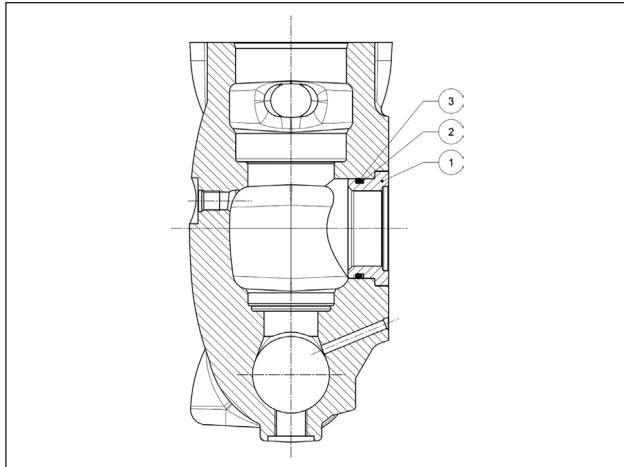
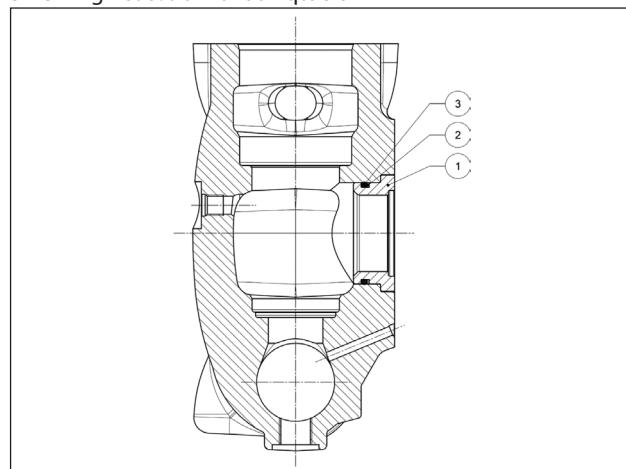

Fig. 167
Fig. 168
O cabeçote usinado deve ser montado encaixando as buchas (pos. ①) completas com anéis anti-extrusão (pos. ②) e O-rings (pos. ③) como representado na Fig. 167 para LK36-40-45 e na Fig. 168 para LK50-55-60: